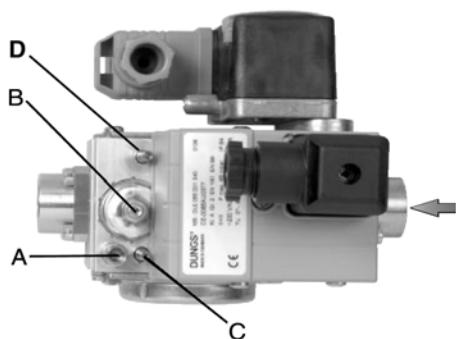

Рис. 8 - DUNGS MBC 65 - DLE
- отвинтить винт **A** (Рис. 8) на штуцере отбора давления и подсоединить манометр;
- установить на минимальное значение регулятор давления, поворачивая регулировочный винт **B** (Рис. 8) против часовой стрелки;
- отрегулировать пламя на фазе розжига, используя байпас **C** (см. Рис. 8 п.10). При вращении по часовой стрелке расход газа уменьшается, а против часовой стрелки - увеличивается. Рекомендуется не увеличивать сильно расход при розжиге, чтобы не влиять на эффективную работу стабилизатора **B** (Рис. 8).
Воздействовать на регулятор давления до тех пор, пока не получите желаемый расход, с помощью регулировочного винта **B** (Рис. 8): для увеличения расхода крутите винт по часовой стрелке, для его уменьшения - против часовой стрелки.
Регулировочный клапан **D** редуктора основного количества газа на заводе - изготовителе оставляется в полностью открытом состоянии: его положение не должно НИКОГДА изменяться! После выполнения всех настроек, закрутить стопорный винт **A** (Рис. 8) в отверстии для измерительного прибора. Регулировочный клапан **D** редуктора количества основного газа на заводе - изготовителе оставляется полностью открытым: его положение нельзя изменять. После выполнения всех регулировок завинтить полностью винт **A** (Рис. 8), имеющийся на штуцере для манометра..